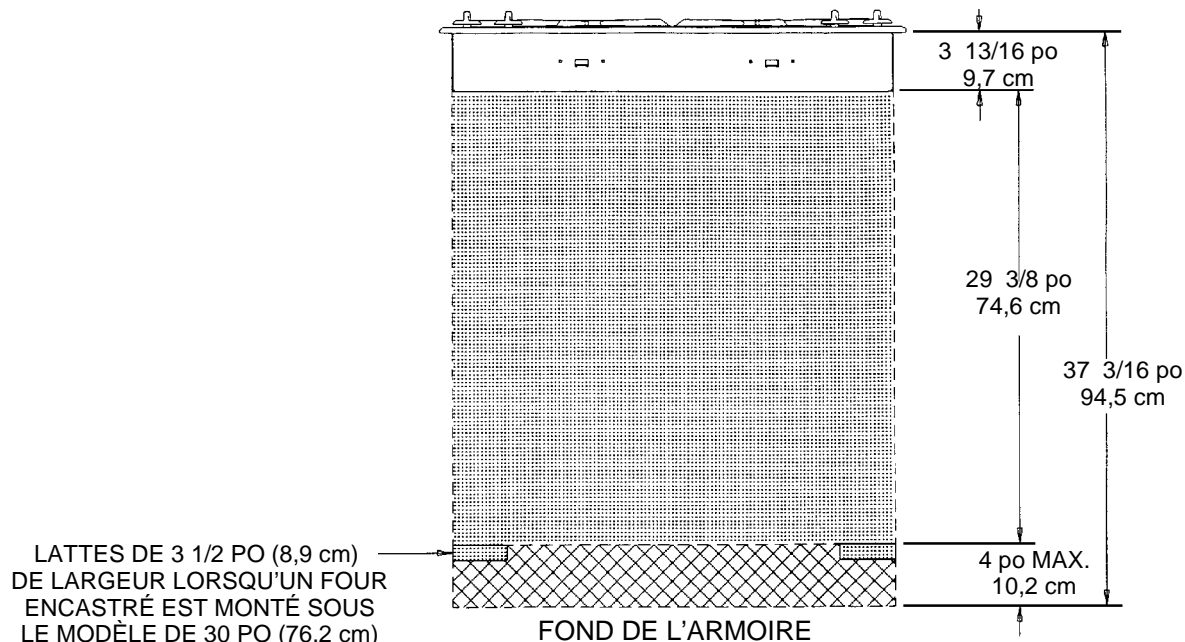

FIGURE 6
REMARQUE 1 : La pose de cet appareil et son raccordement au gaz et à l'électricité doivent être effectués avant la pose du four. Voir les illustrations (Informations sur le câblage électrique, page 7, figure 6) pour l'emplacement recommandé pour le raccordement à l'alimentation électrique.
Cet appareil est équipé d'un cordon d'alimentation avec raccordement à la terre. Il doit être branché dans une prise de courant reliée à la terre. Il est recommandé, pour plus de facilité, que la prise soit placée (en référence à la figure 6) tel qu'indiqué en A ou B ci-dessous :
- A. Si aucun autre appareil ne doit être posé sous cette plaque de cuisson : dans le périmètre de la partie ombrée ou de la partie hachurée indiquée à la figure 6.
1. dans la partie hachurée indiquée à la figure 6 ou
Si un four encastré doit être posé sous cet appareil et que la prise de l'appareil monté sur le comptoir doit être posée dans la partie hachurée indiquée à la figure 6 :